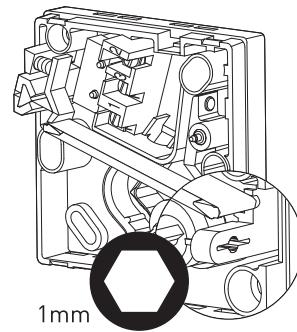

FIGURA 15: Tornillo de calibración
4. Utilice una llave Allen (1 mm) para ajustar el higrostato en el interior y gire el tornillo del valor mayor al menor hasta que se active el higrostato. "FIGURA 15: Tornillo de calibración".